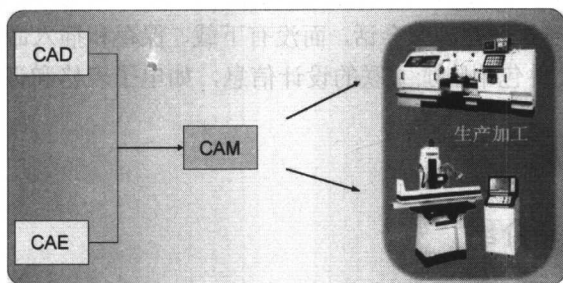

图 1-3
3. CAM (Computer Aided Manufacturing): 是计算机辅助制造的意思, 顾名思义就是把计算机应用于生产制造过程中, 达到监视与控制的目的, 不仅可以使产品精密度得到提高, 还可由于生产自动化而大大降低人力成本, 如图 1-3 所示。